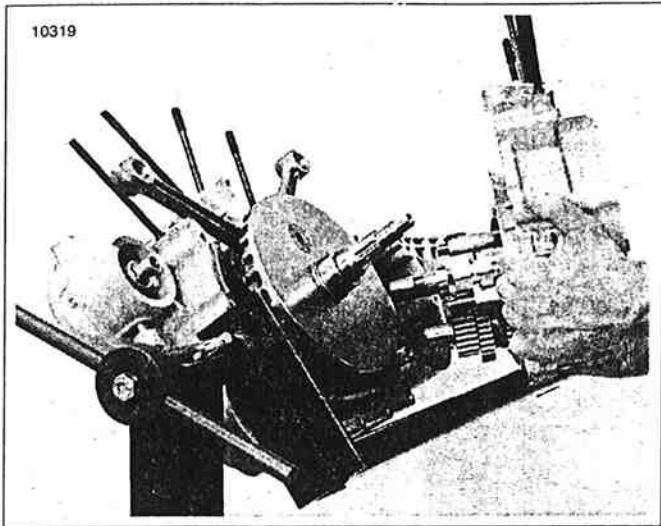

Figura 3-76. Separación de las mitades del cárter
5. Golpee el cárter con un martillo de cuero para aflojar y separar las mitades. Vea la Figura 3-76. Extraiga el conjunto del cárter izquierdo con la transmisión.